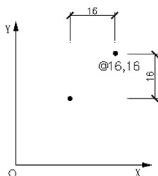

图 2.47 相对直角坐标
(2) 相对直角坐标: 相对于前一点的坐标值, 相对直角坐标的输入方法为“@X, Y”, 如输入“@16, 16”, 结果如图 2.47 所示。